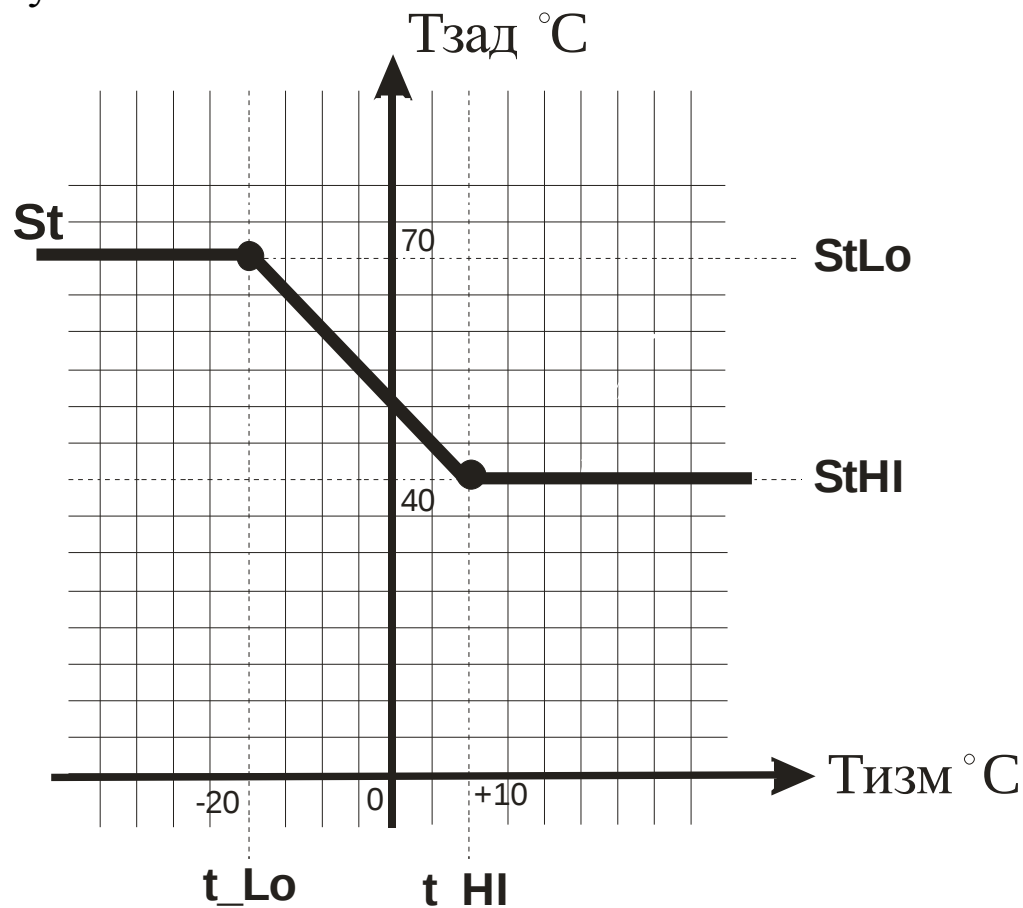

Рисунок 3.2 – Задание значений для погодозависимого управления
3.1.7 Второй канал прибора может работать как независимый измеритель температуры и как канал погодозависимого управления (см табл. 2.4). При работе в режиме «00» или при неисправности датчика в режиме «01» в регуляторе устанавливается заданная температура по умолчанию (параметр St). При работе в режиме «01» температура для регулятора устанавливается автоматически по заданным значениям нижней и верхней границ температуры 2-го канала (см рис. 3.2).